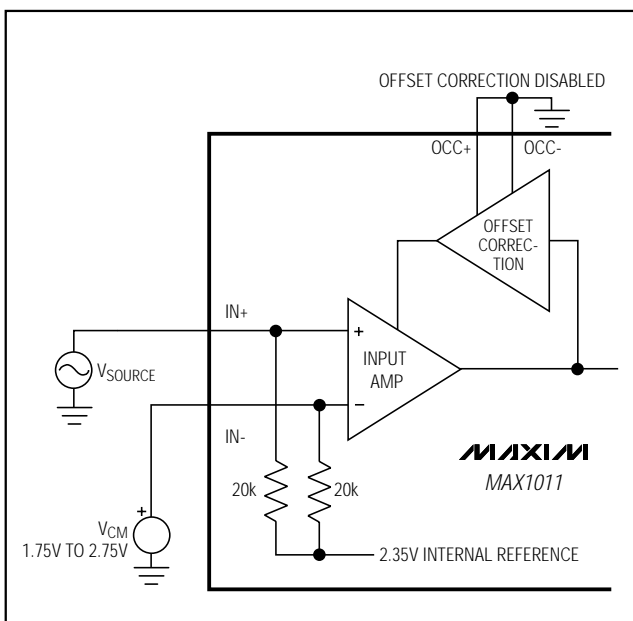
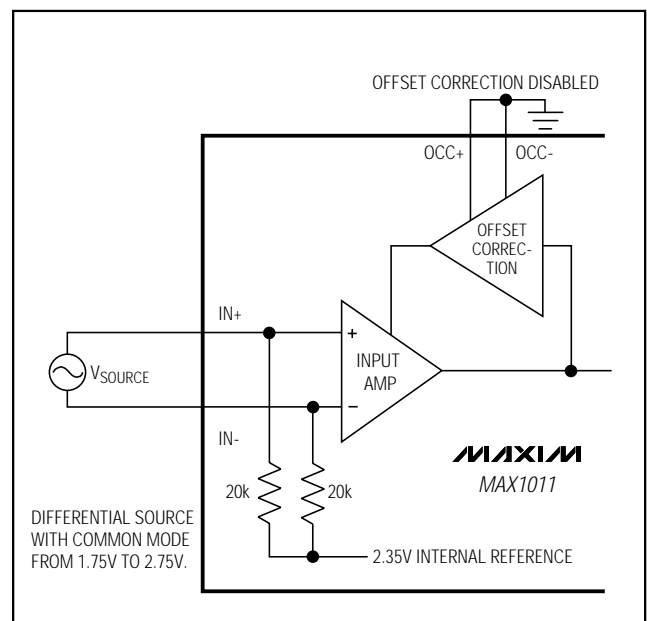

図4. シングルエンドDCカップリング入力
図5. 差動DCカップリング入力
**Note 2:** A typical application will AC couple the analog input to the DC bias level present at the analog inputs (typically 2.35V). However, it is also possible to DC couple the analog input (using differential or single-ended drive) within this common-mode input range (Figures 4 and 5).
図4及び図5に、入力信号にDC成分が存在するアプリケーション用のシングルエンド及び差動DCカップリング入力回路を示します。アンプの入力同相電圧範囲は、1.75V~2.75Vです。このモードにおける入力信号のDC成分の減衰を防ぐため、OCC+及びOCC-ピンをグランドに接続することによりオフセット補償アンプをディセーブルして下さい(図4及び図5)。